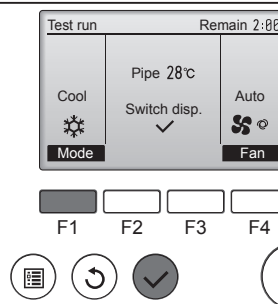

Fig. 7-3
- 1 Premere il pulsante [F1] per cambiare il modo operativo. (Fig. 7-3)